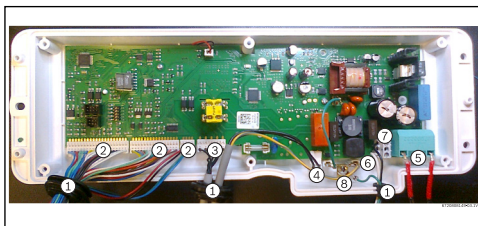

Fig. 6 PCB (Printed Circuit Board)
- ▶ Remover a tampa posterior da caixa electrónica para expor as ligações eléctricas. Retirar as fichas RAST do PCB (Fig. 6, pos. 1).
- ▶ Remover cinco fichas RAST do PCB (Fig. 6, pos. 2, 3 e 4).
- ▶ Remover os dois fios eléctricos da unidade de ignição (Fig. 6, pos. 5).
- ▶ Remover o fio terra premindo e puxando o conector eléctrico (Fig. 6, pos. 6).
- ▶ Desapertar dois parafusos do terminal. Retirar os dois fios eléctricos do terminal (Fig. 6, pos. 7).
- ▶ Desapertar o parafuso Phillips e remover o fio terra do PCB (Fig. 6, pos. 8).